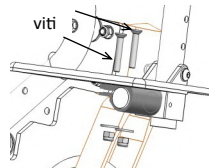

fig. 7.4: Regolazione inclinazione
• Regolazione angolo di inclinazione del poggiapiedi (fig. 7.4):